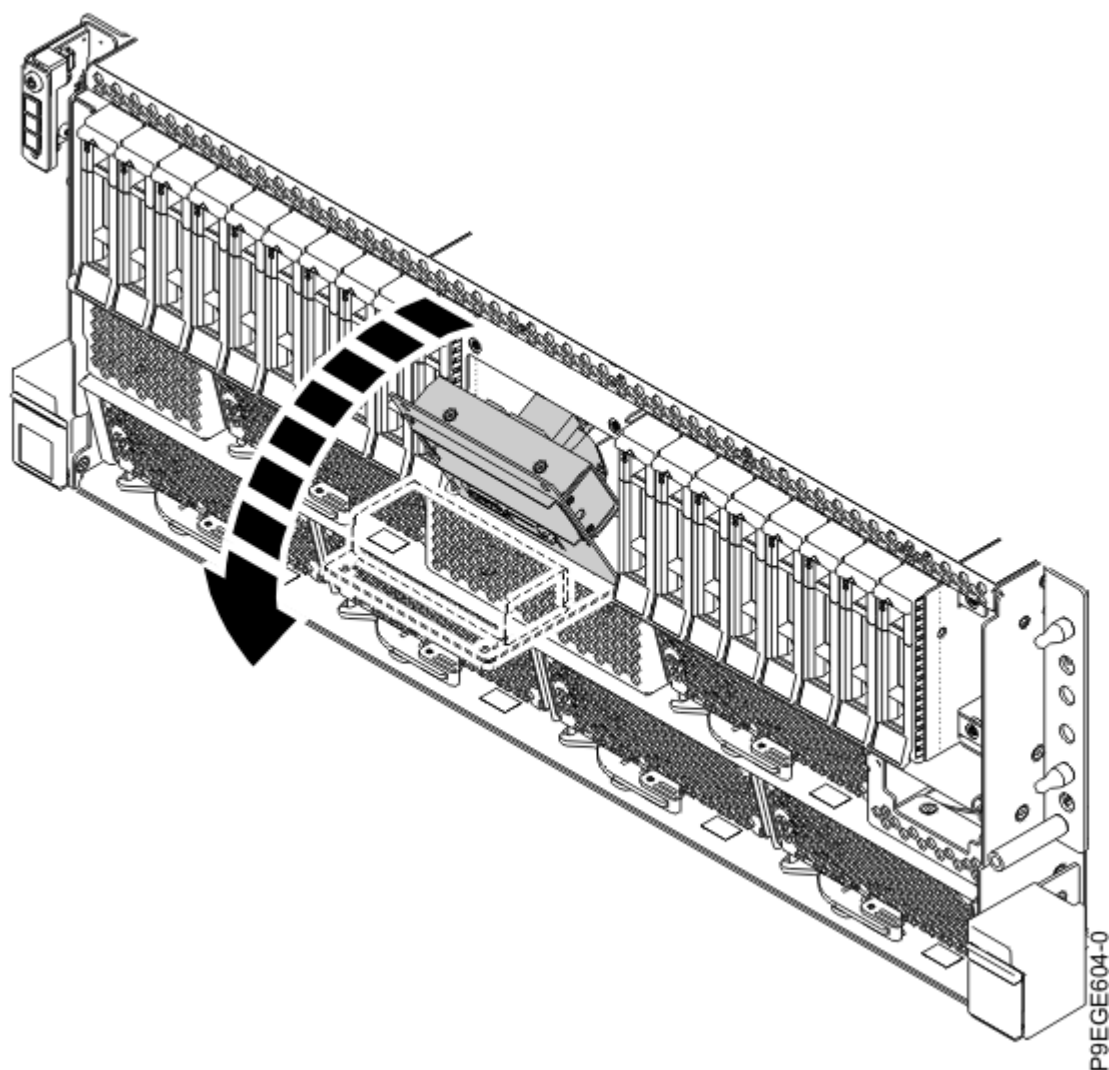

Figure 114. Ouverture du support de l'écran du panneau de commande pour un système monté en armoire
8. Pour le système monté en armoire, ouvrez le support d'écran du panneau de commande, comme illustré à la Figure 114, à la page 121.